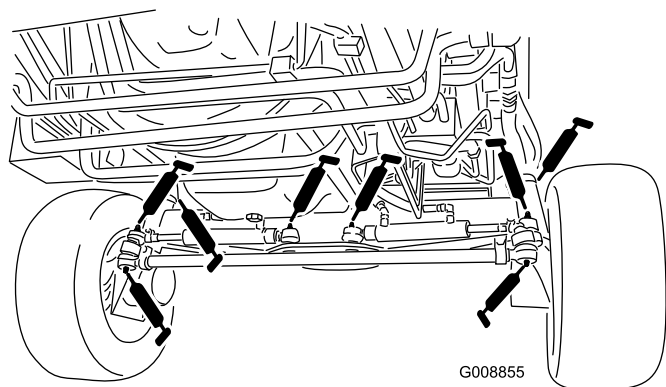

図 51
- ・ ステアリングシリンダのボールジョイント (4ヶ所) (図 51)
- ・ タイロッドのボールジョイント (2ヶ所) (図 51)
- ・ キングピンのブッシュ (2ヶ所) (図 51)